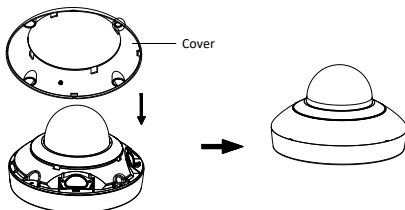

Abbildung 2-4 Abdeckung befestigen
5. Richten Sie die Abdeckung an der Kamera aus und bringen Sie sie wieder an, wie in Abbildung 2-4 gezeigt.